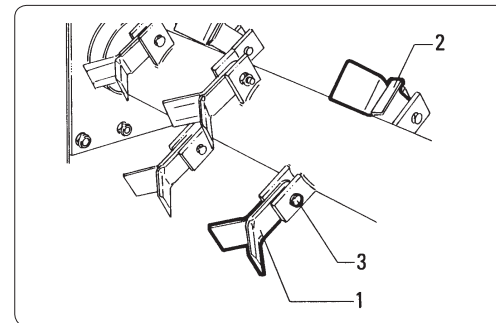

fig. 7.9.1
**7.9 - Prüfen und Ersetzen der Hammer oder Universalmesser (Abb. 7.9.1)**
*Wenn ein oder mehrere beschädigte bzw. Messer ersetzt werden müssen, zum Beispiel der Hammer Nr. "1" von Abb. 7.9.1, dann muß auch der Hammer bzw. das Universalmesser "2" ersetzt werden, das sich diametral gegenüber befindet, um die Auswuchtung des Rotors nicht in Frage zu stellen.*